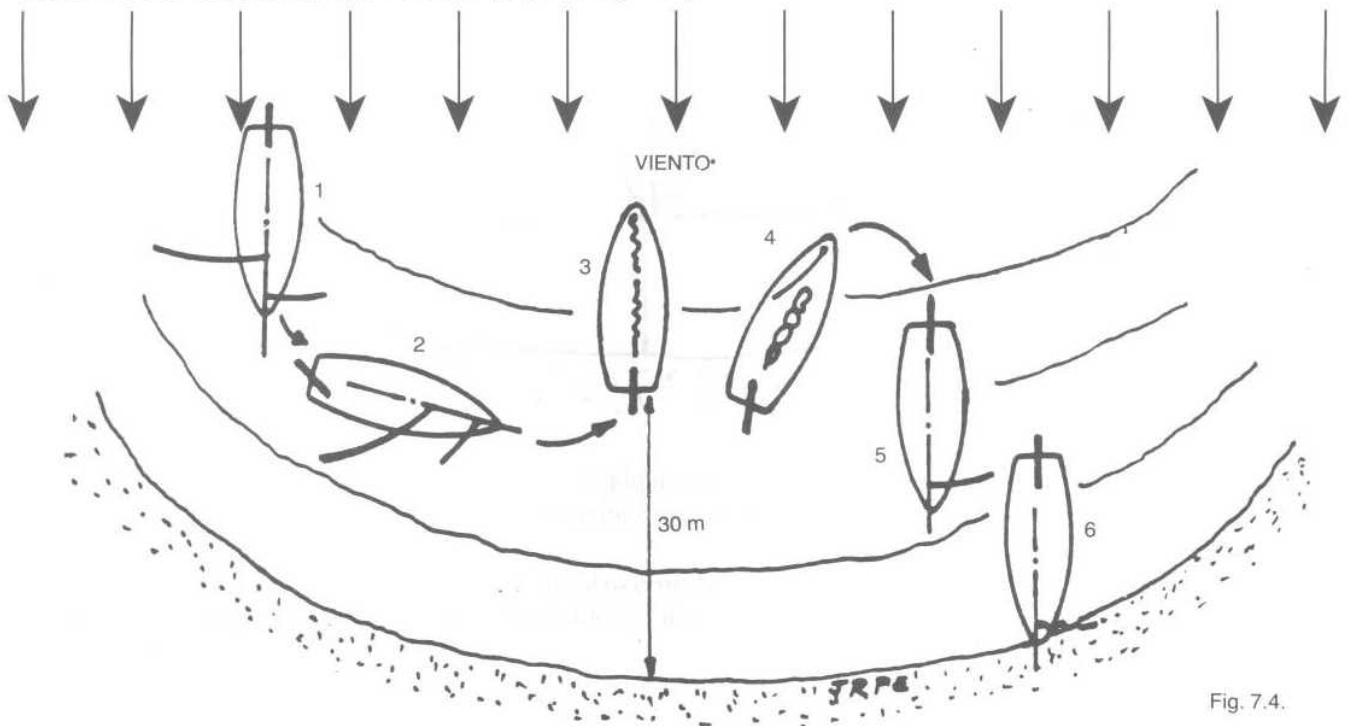

Fig. 7.4.
**Entrada con viento de popa o través (Figs. 7.4. y 7.5.)**
Cuando la fuerza del viento es grande, lo más simple y seguro es que a una distancia razonable de la playa, el barco se ponga proa al viento y se arríe la mayor, enrollándola dentro del barco. (Fig. 7.4.)